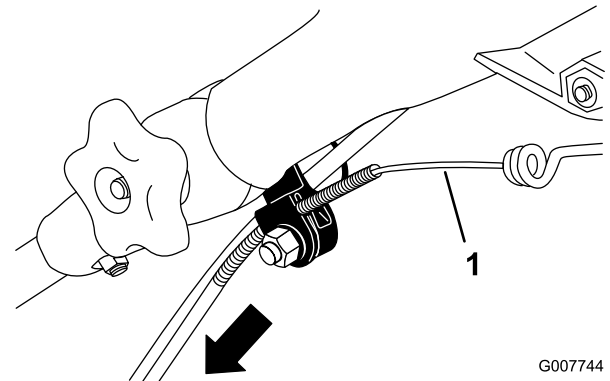

Figura 43
- Tire hacia abajo de la cubierta del cable hasta eliminar la holgura en el cable expuesto (Figura 43).